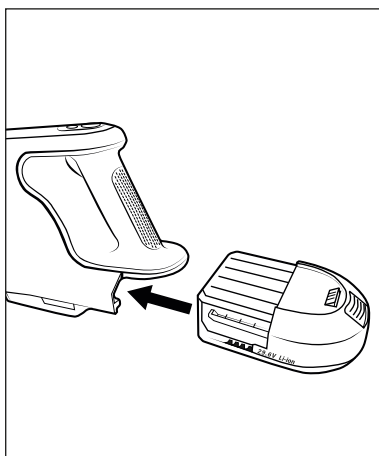

Abb. 3
- 3) Schieben Sie den Akku 2 in das Gerät, bis er hörbar mit einem Klickgeräusch im Gerät einrastet (siehe Abb. 3).